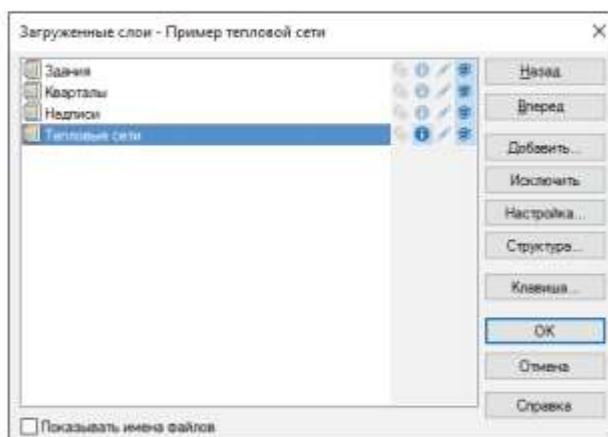

Рисунок 13.3. Диалог выбора слоя
1. Нажмите кнопку **Слой...**, выберите слой рассчитываемой тепловой сети в открывшемся диалоге (Рисунок 13.3. «Диалог выбора слоя») и нажмите кнопку **ОК** чтобы подтвердить выбор и закрыть диалог.